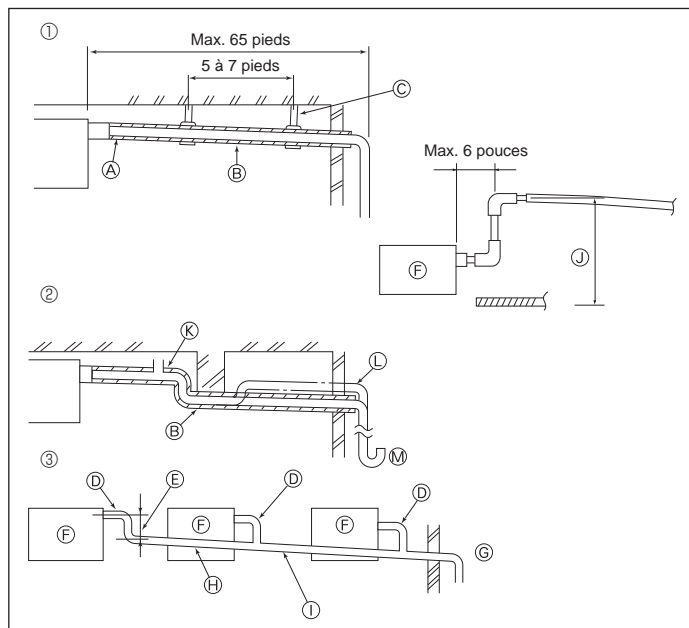

Fig. 3-1
3.1. Mise en place du tuyau d'écoulement (Fig. 3-1)
① Tuyauterie correcte
② Tuyauterie incorrecte